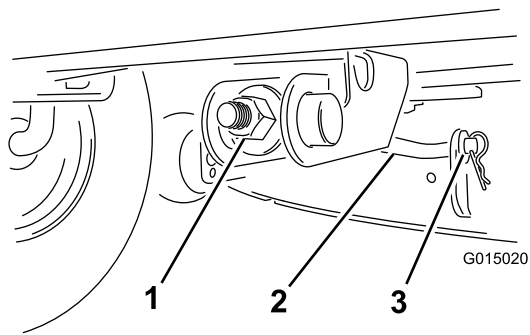

Bild 36
6. Entfernen Sie den Splint und die Scheibe von der vorderen Stützstange (Bild 36) und senken Sie den vorderen Teil des Mähwerks vorsichtig zum Boden ab.
10. Befestigen Sie die vordere Stützstange mit der Scheibe und dem Splint am Mähwerk (Bild 36).